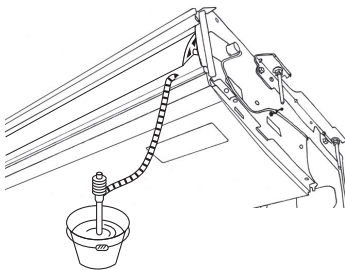

Fig. 5-3
1. ติดตัวเชื่อมข้อต่อ ⑤ ที่จัดมาให้เข้ากับช่องระบายน้ำของตัวเครื่องให้แน่นโดยใช้กาวไวเนล
2. ยึดฝาครอบข้อต่อ ⑥ ที่จัดมาให้เข้ากับตัวเชื่อมข้อต่อ ⑤
3. ติดท่อระบายน้ำ (VP-20) เข้ากับตัวเชื่อมข้อต่อ ⑤ ด้วยกาวไวเนล
4. พันฝาครอบท่อระบายน้ำ ⑦ ที่จัดมาให้ (พันตามรอยต่อ)
- Ⓒ ฝาครอบข้อต่อ ⑥
- Ⓓ ตัวเชื่อมข้อต่อ ⑤
- Ⓔ ฝาครอบท่อระบายน้ำ ⑦
5. ตรวจสอบการระบายน้ำให้ถูกต้อง (Fig. 5-3)